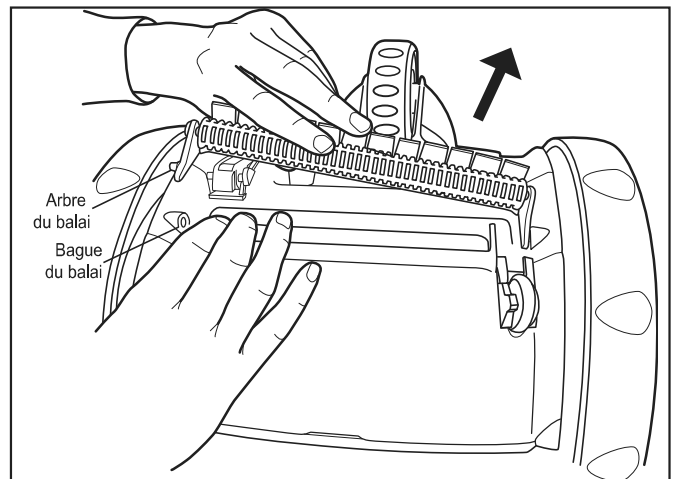

Figure 16. Retirer et remplacer le balai du robot nettoyeur
3. Soulever le balai, puis le retirer du robot nettoyeur. Se référer à la Figure 16.
4. Installer l'arbre du nouveau balai sur la bague. Se référer à la Figure 16.
5. Installer le second arbre (de l'autre côté) du nouveau balai dans sa bague. Se référer à la Figure 16.